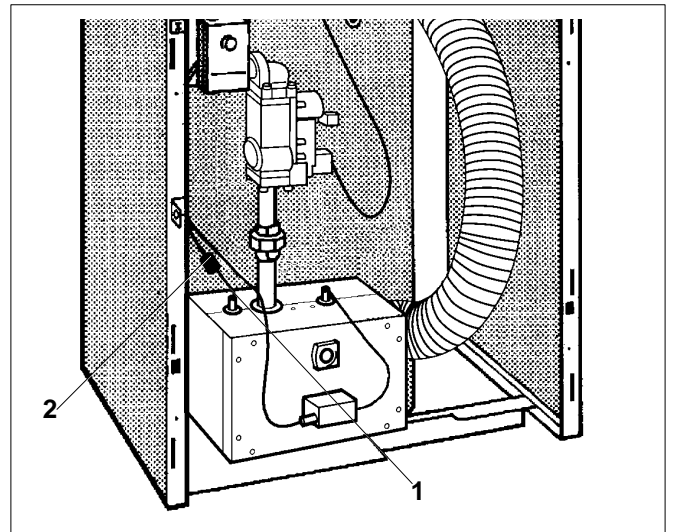
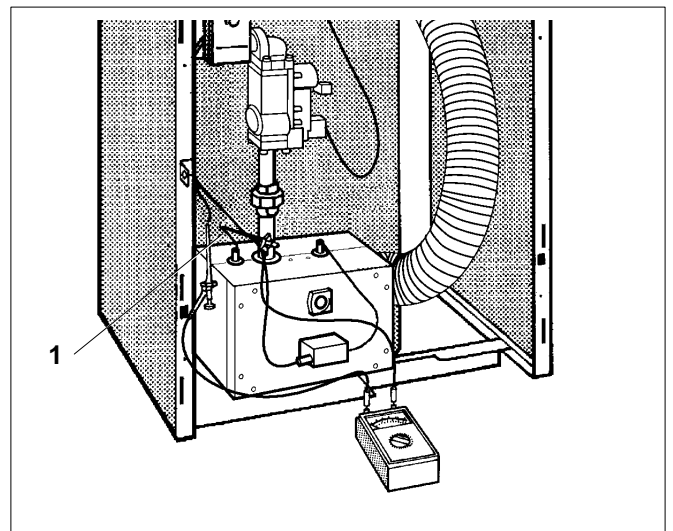

Fig. 29 Câble de contrôle
Fig. 30 Mesure du courant d'ionisation
- Ouvrir la capsule d'isolation (fig. 29, **pos. 2**) et retirer le câble de contrôle (fig. 29, **pos. 1**) du connecteur à fiches.
- Ouvrir la capsule d'isolation (fig. 29, **pos. 2**) et retirer le câble de contrôle (fig. 30, **pos. 1**) du connecteur à fiches.
- Relier en série l'appareil de mesure au câble de contrôle (fig. 30, **pos. 1**) et à l'électrode d'ionisation. Sur l'appareil de mesure, sélectionner la plage de courant continu μA .
- Mettre l'installation hors tension. Enlever l'appareil de mesure, remettre le câble de contrôle (fig. 30, **pos. 1**) et la capsule d'isolation en place.